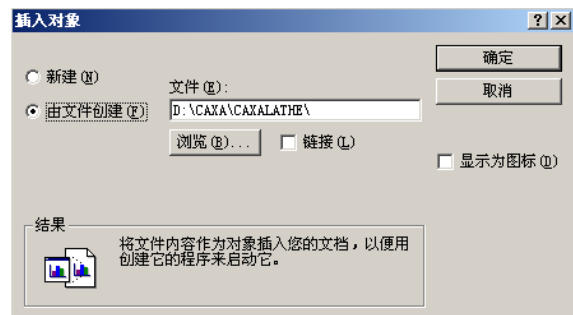

图 5-44 从文件创建对象
(4) 以上介绍的两种方法均是将对象嵌入到文件中，嵌入的对象已成为数控车文件的一部分。其实除了嵌入方式以外，还可以用链接的方式插入对象。链接与嵌入的本质区别在于，链接的对象并不真正是数控车文件的一部分，该对象存于一个外部文件中，在数控车文件中只保留一个链接信息，当外部文件被修改时，数控车文件中的对象也自动被更新。实现对象链接的方法很简单，只需在图 5-44 所示的对话框中选中文件后，核选【链接】选项，单击【确定】后对象就会以链接方式插入到文件中。
(5) 在插入对象对话框中还有一个【显示为图标】核选框，如果用户核选该项后，则在文件中对象显示为图标，而不是对象本身的内容。